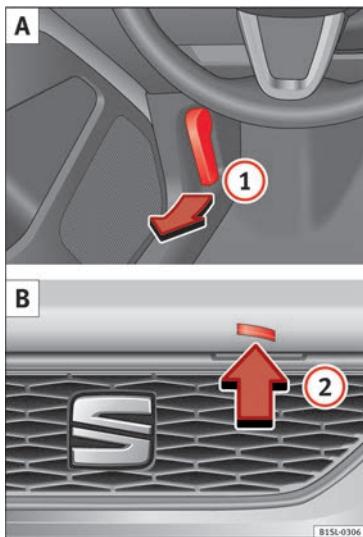

Fig. 105 A: Leva per l'apertura nel vano piedi, sul lato del conducente. B: Leva per l'apertura nel cofano del vano motore.
- Tirare la leva di sbloccaggio **1** nella direzione indicata dalla freccia » **fig. 105 A**. Per